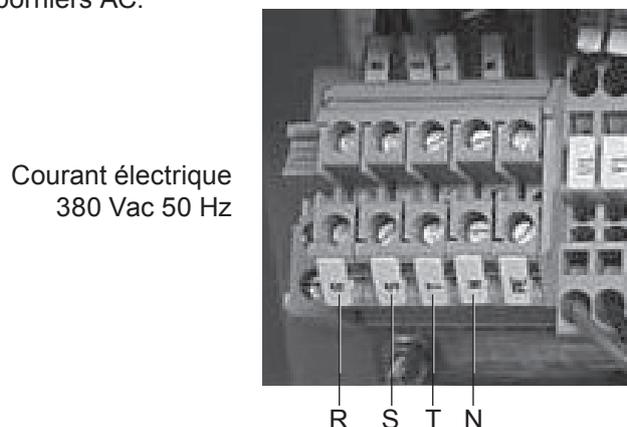

Fig. 12
Étape 2 : Raccorder les fils d'alimentation électrique AC triphasés aux borniers R, S, T, N (Fig. 12).